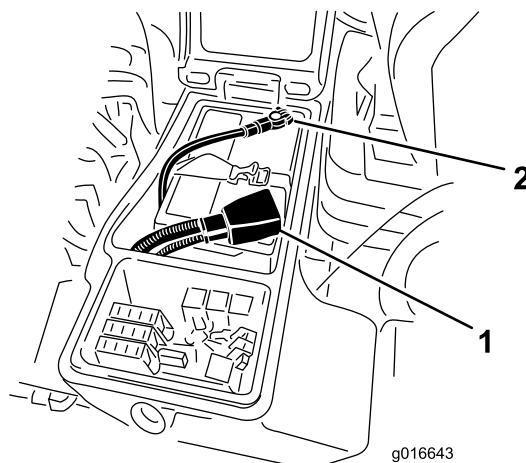

図 134
- バッテリーのプラス端子に、プラスケーブル赤を接続する **図 134**。